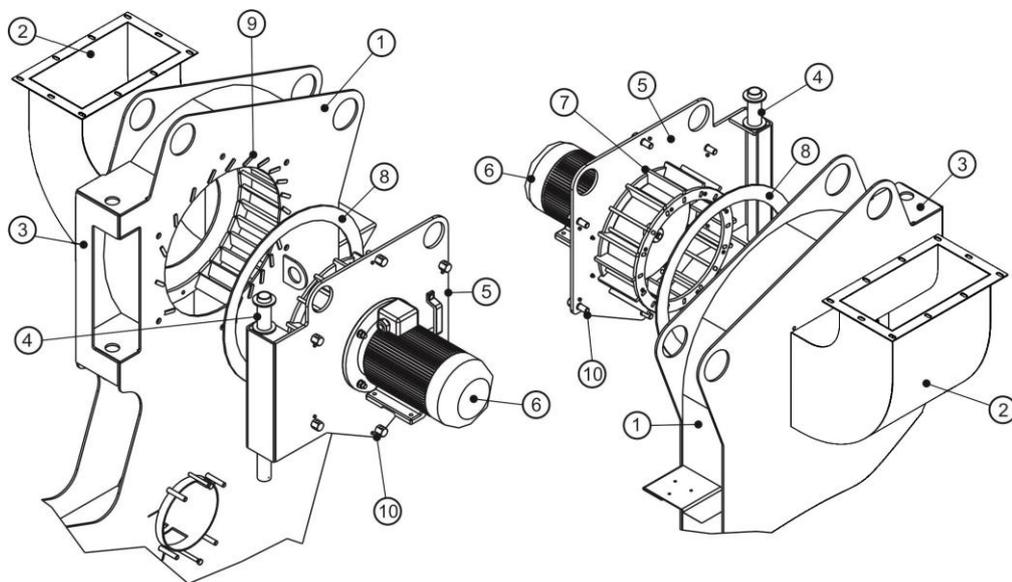

Рис.7 Динамический воздушно-центробежный классификатор
Динамический воздушно-центробежный классификатор (Рис.7) состоит из корпуса (1), патрубка (2) выхода тонкого продукта, петлевой части (3) к которой посредством оси (4) крепится дверь (5). На двери (5) размещен электродвигатель (6) привода делительного ротора. На оси электродвигателя (6) установлен делительный ротор (7). На внутреннюю поверхность двери (5) наклеена прокладка (8) из пористой резины. В пазах корпуса (1) установлены пластины (9) направляющего аппарата, служащие для разделения материаловоздушного потока и отражения крупных частиц в направлении канала выхода «крупки». В закрытом положении дверь (5) фиксируется прижимами (10).